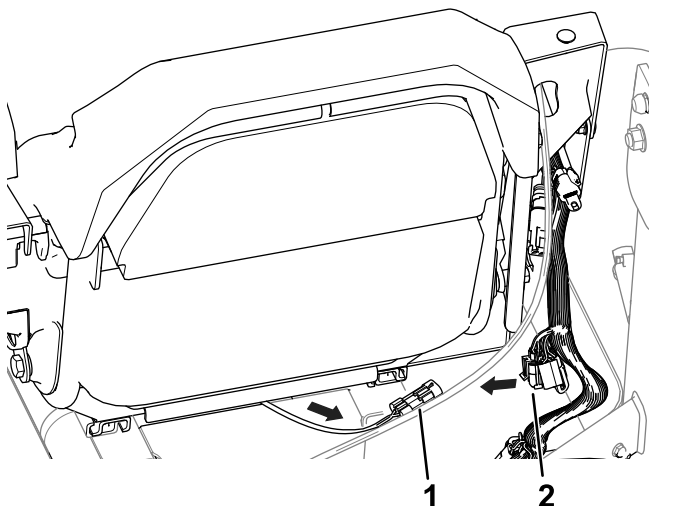

Bild 2
1. Verlegen Sie den Sitzschalter-Kabelbaum zwischen Sitz und Sitzfläche und zum Maschinenkabelbaum (Bild 2).